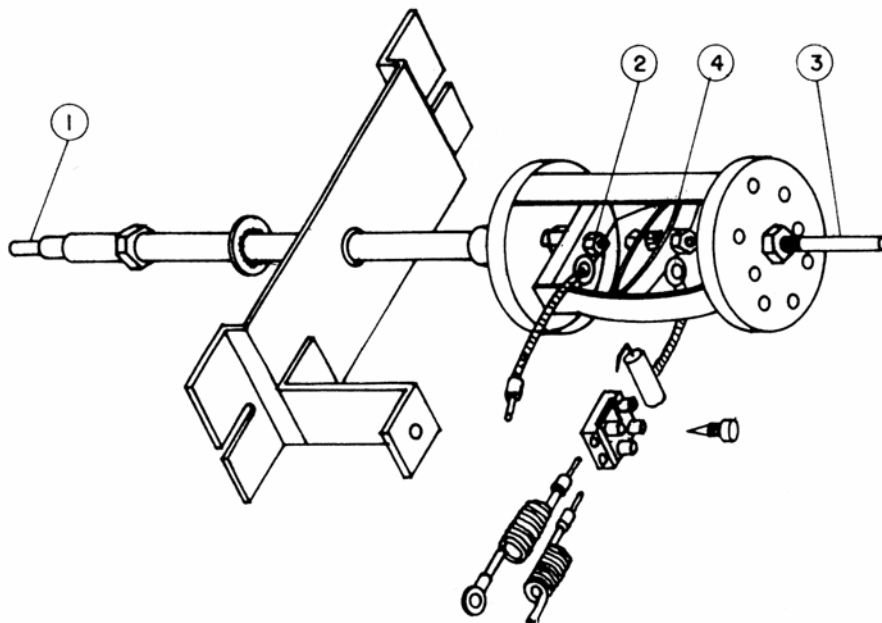

Figura 4 - Vista explodida de um termostato bimetalico
Para cada tipo de controle de temperatura existe um procedimento de calibração. A grande maioria das estufas usam o princípio do termostato bimetalico para o controle de sua temperatura, conforme ilustra a Figura 4
- 1) observar se as chapas bimetálicas (nº4), vistas na figura 4, estão danificadas. Caso estejam, deverão ser trocadas pôr novas chapas.
- 2) Retire o da estufa e com uma chave fixa, ajustar o parafuso (nº2), visto na figura 4, para que o contato elétrico se abra até uma distância de aproximadamente 1 mm.